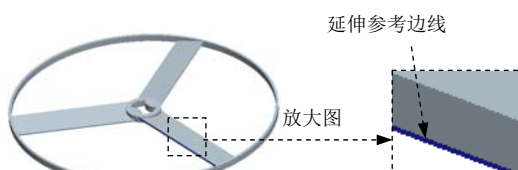

图 5.10 延伸参考边线
- (1) 选取图 5.10 所示的复制曲面的边线（用列表法进行选取）。
- (2) 单击 **分型面** 功能选项卡 **编辑** 区域中的 **延伸** 按钮，此时系统弹出“延伸”操控板。
- (3) 定义延伸距离。在操控板中按下 **距离** 按钮。在延伸距离文本框中输入数值 4.0。
- (4) 在“延伸”操控板中单击 **确定** 按钮。完成延伸曲面的创建。